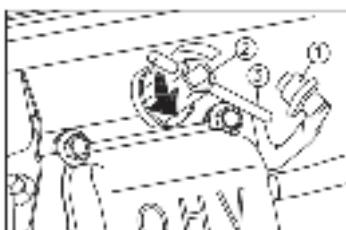

Рис. 24
2. Выверните свечу зажигания против часовой стрелки с помощью свечного ключа (2) и воротка (3) (рис. 24);